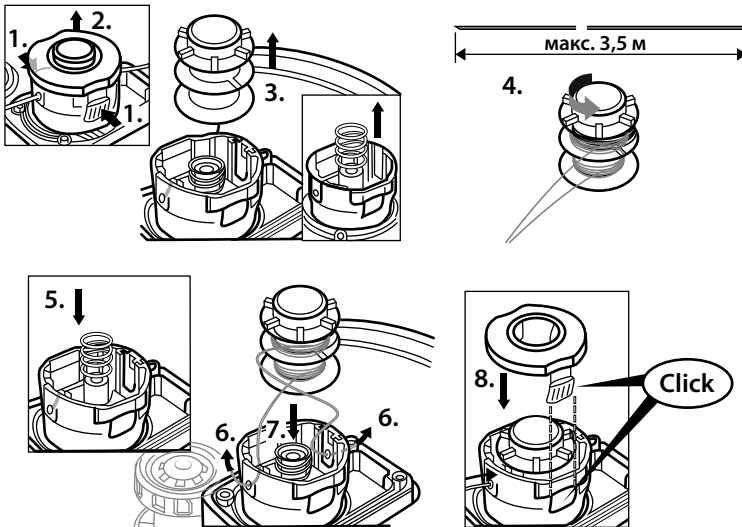

Рис. 6
1. Переверните триммер катушкой вверх. Зажмите торцевые направляющие (рис. 6).